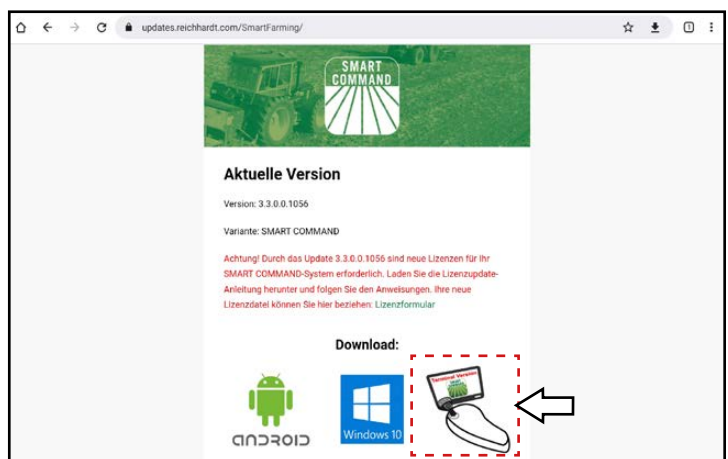

Abb. 150: Terminal-Update auf updates.reichhardt.com
1. Öffnen Sie in einem Internetbrowser am PC oder im Tablet die Update-Seite von Reichhardt (siehe Abb. 150):